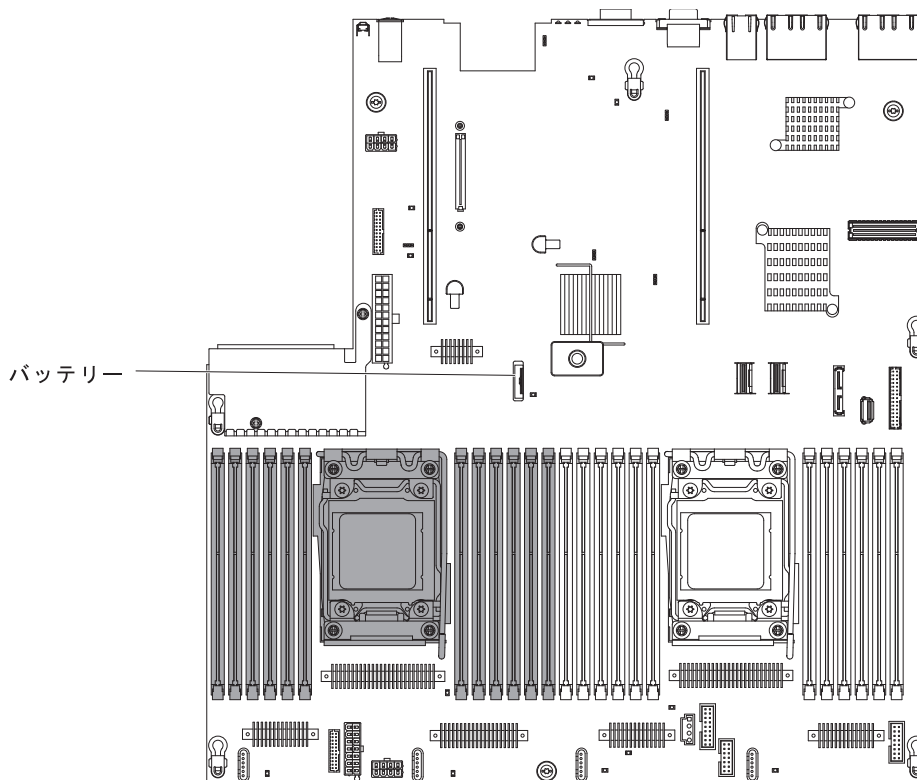

図 184. SAN ボリューム・コントローラー 2145-DH8 CMOS バッテリー・ホルダーの位置
8. 図 184 に示すように、システム・ボード上のバッテリーの位置を確認します。